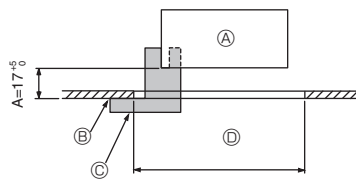
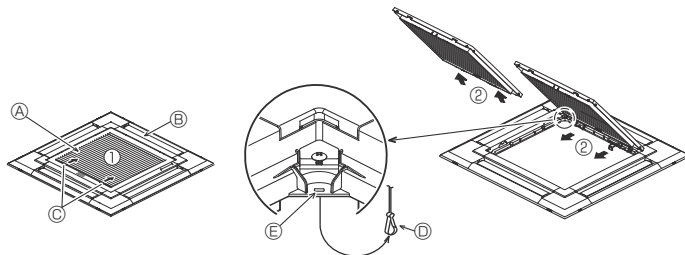
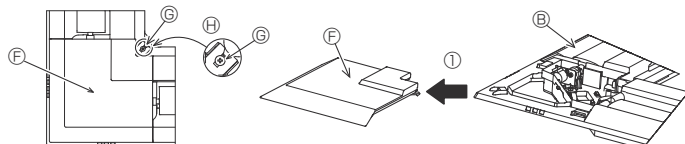

Fig. 9-2
Fig. 9-3
Fig. 9-4
①	Dimensões da grelha	1	950 × 950 (mm)
②	Medidor de instalação	1	(Dividido em 4 partes)
③	Parafuso (4 × 16)	1	para PLP-6EAE, PLP-6EALME
④	Painel de canto i-see sensor	1	para PLP-6EAE, PLP-6EALME
⑤	Controlo remoto sem fio	1	para PLP-6EALM, PLP-6EALME
⑥	Suporte do controlo remoto	1	Incluído quando equipado com o controlo remoto sem fios.
⑦	Pilhas AA LR6	2	Incluído quando equipado com o controlo remoto sem fios.
⑧	Parafusos de derivação de 3,5 × 16	2	Incluído quando equipado com o controlo remoto sem fios.
9.2. Preparar a fixação da grelha (Fig. 9-2)
- Utilizando o medidor ② fornecido com este kit, ajuste e verifique a posição da unidade principal em relação à superfície do teto. Se a unidade principal não estiver adequadamente posicionada em relação à superfície do teto, poderá permitir a ocorrência de fugas de ar ou provocar a acumulação de condensação.
- Ⓒ Medidor de instalação ② (inserido na unidade principal)
9.2.1. Remoção da grelha de admissão (Fig. 9-3)
- Deslize as alavancas na direcção indicada pela seta ① para abrir a grelha de admissão.
- Com a grelha de admissão na posição "aberta", retire a dobradiça da grelha de admissão da grelha tal como indicado pela seta ②.
9.2.2. Remoção do painel de canto (Fig. 9-4)
- Desaperte os 4 parafusos do canto. Faça deslizar o painel de canto na direcção da seta ① da figura e retire o painel de canto.
[Fig.9-3] [Fig.9-4]